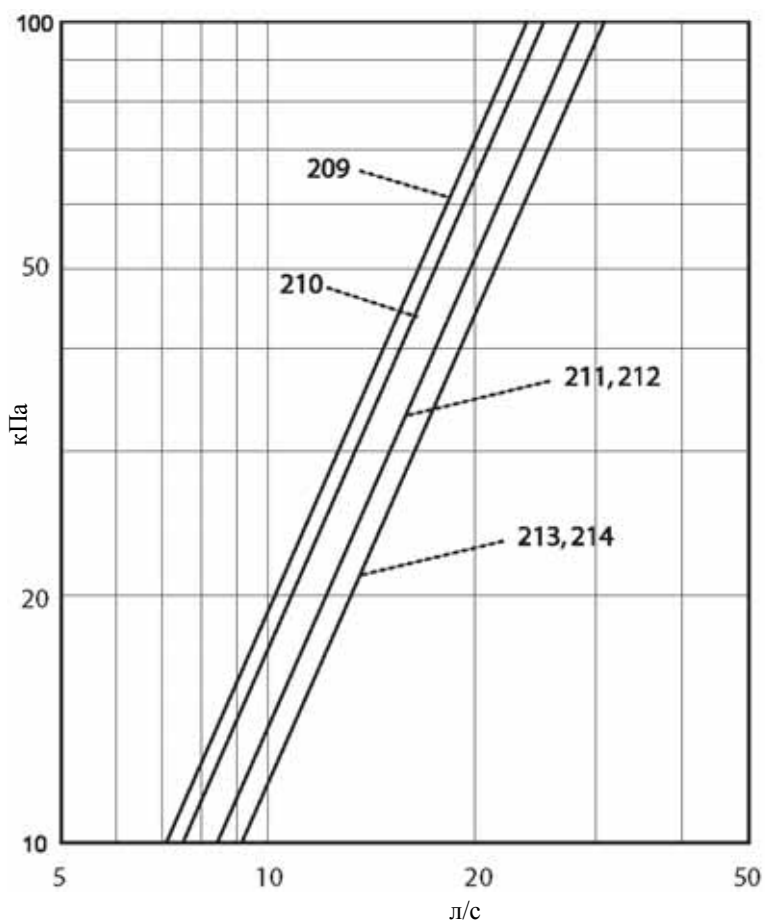

Рисунок 12 – Перепад давления для агрегата без гидравлического модуля
- Соответствие перепада давления охлажденной воды на испарителе (агрегат без гидравлического модуля) или имеющегося давления агрегата (агрегат с гидравлическим модулем) записям в заказе Trane (Рисунок 12).